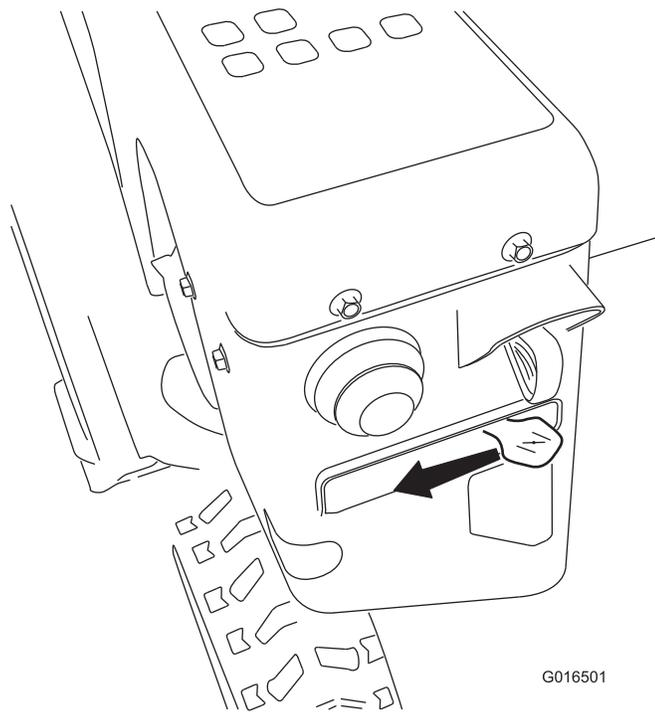

Figure 21
5. Réglez le starter à la position STARTER (Figure 21).